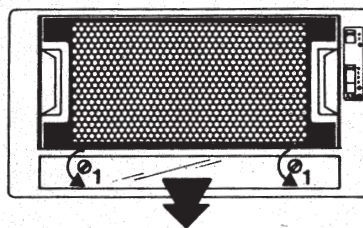

Fig. 6
- Desbloquear o cobre lâmpada (D) girando os parafusos para a esquerda e desparafusar os cobre lâmpada **Fig. 6**.